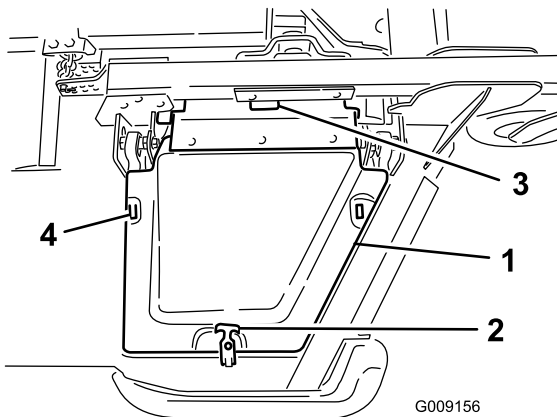

図 6
8. ウイングレットデッキのカバーを取り付け、ゴム製ラッチを掛ける (図 6)。